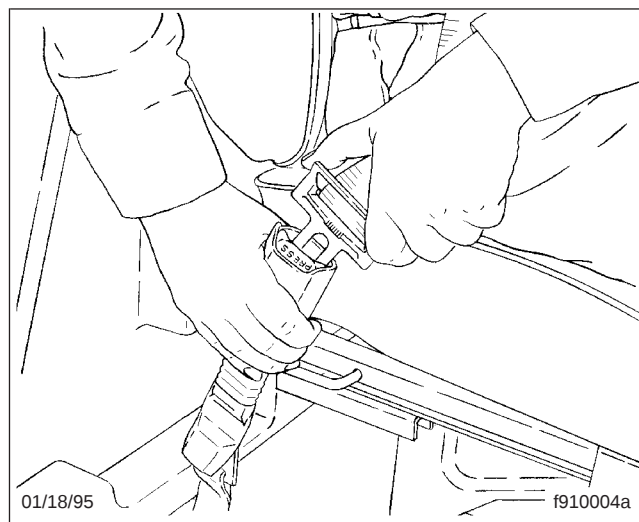

Figura 5.6, Cómo abrochar el cinturón de seguridad de tres puntos
2. Abroche el cinturón de seguridad de tres puntos insertando la lengüeta en la hebilla hasta que se abroche (**Figura 5.6**). Dé al cinturón un tirón en la hebilla. Si la hebilla se desabrocha, repita este paso. Si el problema continúa, reemplace el cinturón de seguridad de tres puntos.